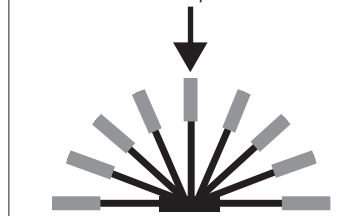

Fig. 7 - Schema di collegamento - Wiring diagram - Schéma de branchement - Verbindungsschema
- Connecter les câbles de connexion aux bornes selon le diagramme de connexion (Fig. 7).
- Die Anschlusskabel gemäß dem Anschlussplan (Bild 7) mit den Klemmen verbinden.